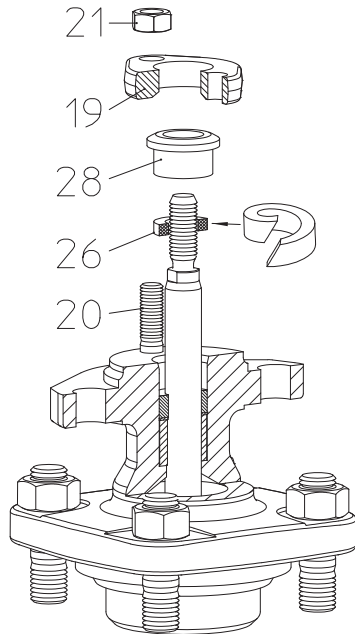
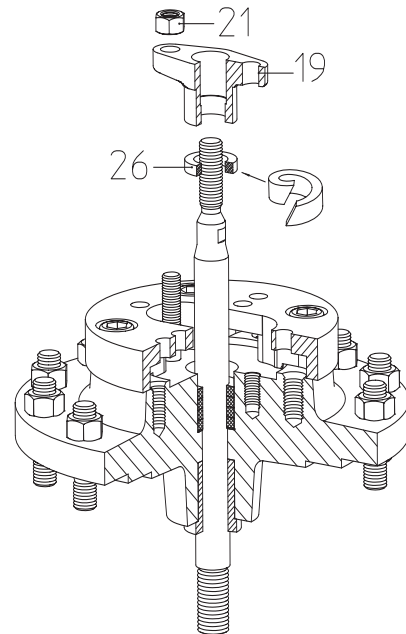

Fig. 11: Junta prensaestopas DN15-150
Fig. 12: Junta prensaestopas DN125v-150v
- Colocar un nuevo anillo de empaquetadura (Pos. 26), montaje según Fig. 11 - Fig. 12.